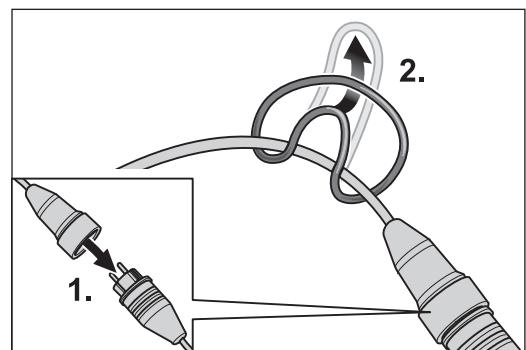
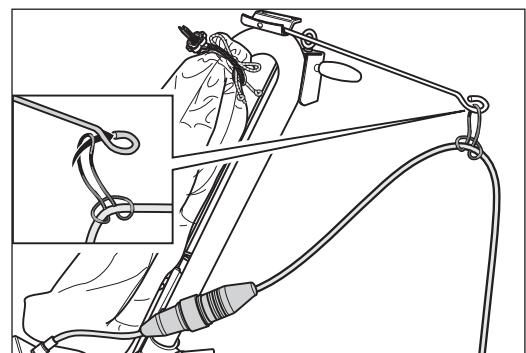

Abb. 13 Das Motorkabel mit dem Verlängerungskabel verbinden (1.). Den Zugentlastungsring am Verlängerungskabel befestigen (2.).
Abb. 14 Das Verlängerungskabel am Staubsaugerkabel vorbeiführen und den Zugentlastungsring an der Kabelstütze einhängen.
- 2 Stecken Sie den Stecker vom Motorkabel in die Kupplung des Verlängerungskabels (Abb. 13, 1.).
- 3 Befestigen Sie den Zugentlastungsring am Verlängerungskabel (Abb. 13, 2.). Führen Sie das Verlängerungskabel am Staubsack vorbei und hängen Sie den Zugentlastungsring an der Kabelstütze ein (Abb. 14).